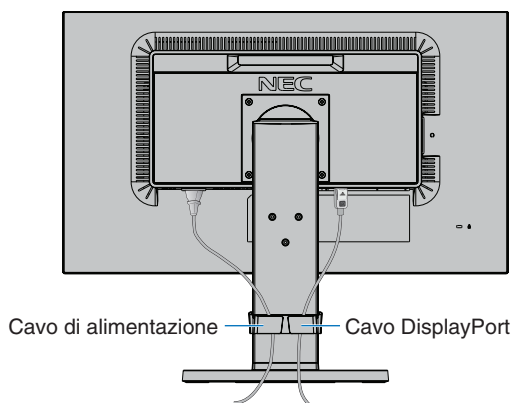
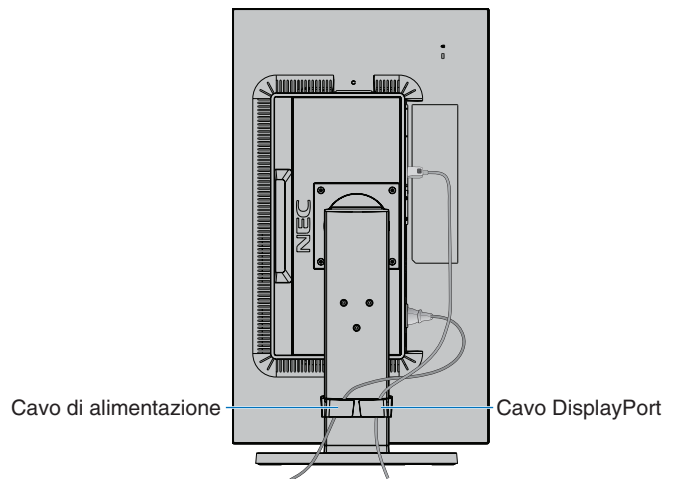

Figura C.2
Figura C.3
5. Posizionare i cavi nel supporto cavi saldamente e in modo uniforme (**Figura C.2 e Figura C.3**).